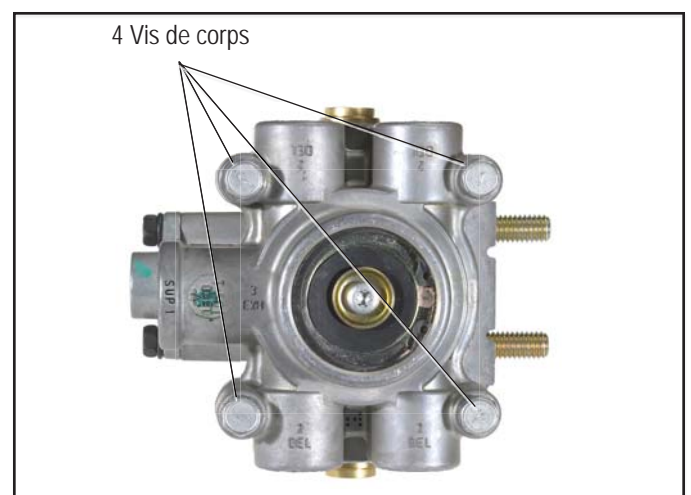

Figure 7 - VUE DE DESSOUS DE LA SOUPAPE SR-7™
1. À l'aide d'une clé à molette 11,11 mm (7/16 po), enlevez les quatre vis qui servent à fixer les corps supérieurs et inférieurs de la soupape SR-7™. Reportez-vous à la Figure 7. Ne débranchez pas de tuyaux